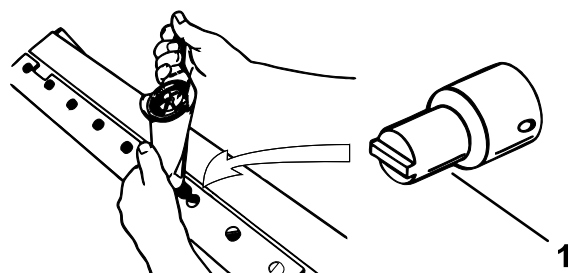

图 33
- A. 将 2 个外部螺丝的扭矩上紧至 1N·m 请参阅图 33。
- B. 按照从底刀中间向两端的顺序上紧螺丝扭矩至 2328N·m 请参阅图 33。